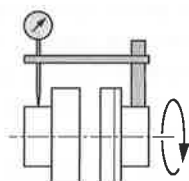

fig.11: Verifica dell'allineamento radiale con un comparatore
- Fissare su uno dei giunti oppure sull'albero un comparatore (vedi fig. 11). L'asta del comparatore deve trovarsi sulla corona dell'altro semigiunto (vedi fig. 11).